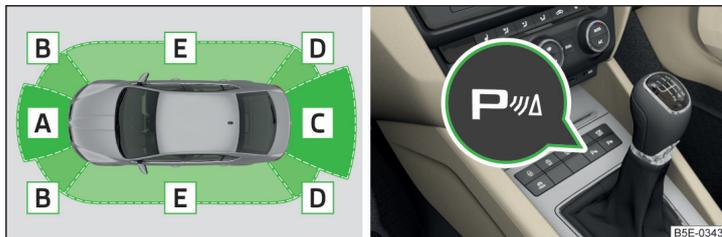

Abb. 135 Abgetastete Bereiche und Reichweite der Sensoren / Systemtaste (Variante 2, 3)
» Abb. 135.
Bei Fahrzeugen mit werkseitig eingebauter Anhängervorrichtung sind bei Anhängerbetrieb nur die Bereiche **A** und **B** » Abb. 135 des Systems aktiv und es erfolgt keine Fahrbahnanzeige.
Das System wird automatisch beim Einlegen des **Rückwärtsgangs** oder durch Drücken der Symboltaste **P** » Abb. 135 auf Seite 145 aktiviert. In der Taste leuchtet das Symbol **P** auf, die Aktivierung wird durch ein kurzes akustisches Signal bestätigt.
- Die Displayanzeige kann durch das Betätigen der Symboltaste **Pa** » Abb. 135 auf Seite 145 abgebrochen werden.